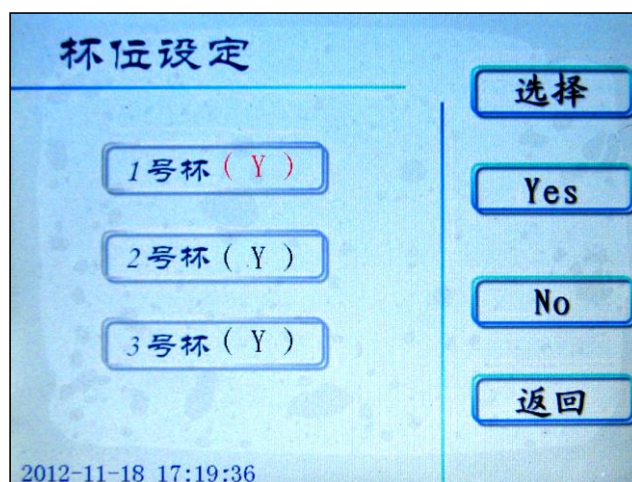

图 10 杯位设定页面
6. 在设置页面，按 **杯位设定** 键进入杯位设定页面（图 10），按 **选择** 键选择杯位号，按 **Yes** 或 **No** 键命令该杯位参与测定或不参与测定。